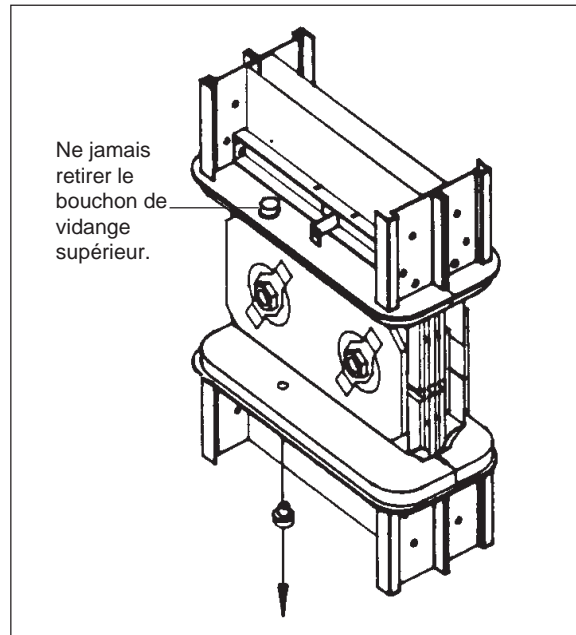

Figure 22
4. Retirer le bouchon de vidange du collier inférieur à chaque joint (figure 22).